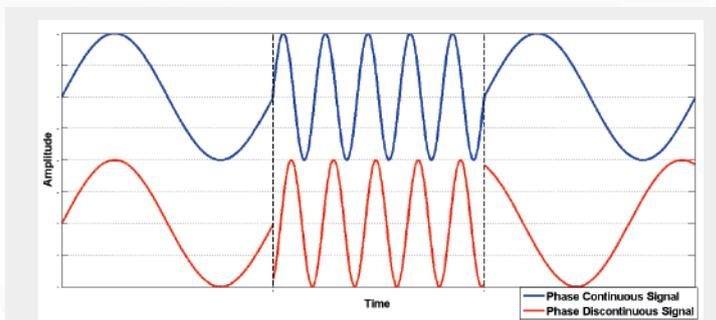

Рисунок 1: Фазово-непрерывный сигнал (синий), сигнал прерывается по фазе (красный).
**Фазово-непрерывный сигнал:** Сигнал называется непрерывным по фазе, если после переключения его частоты фаза сигнала такая же, как и до переключения. Это означает, что в точке переключения частоты нет прерывистости сигнала, пример рисунок 1.